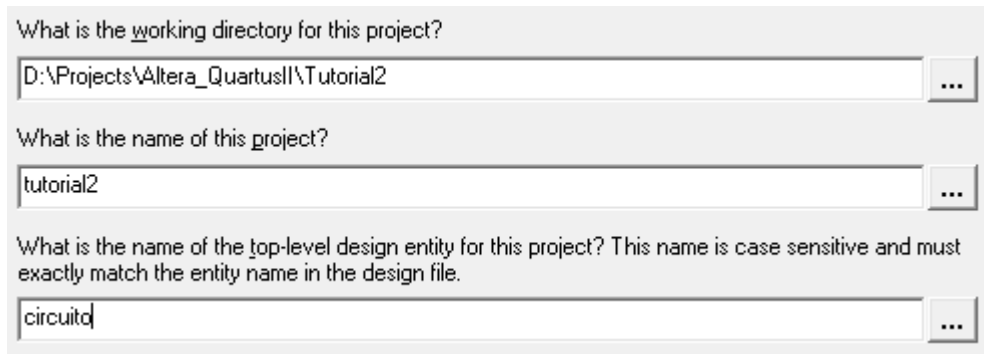

Figura 13: criação de projeto novo com inclusão do arquivo do circuito editado
- Na primeira caixa de texto, clique no botão (**...**) para escolher uma pasta onde será criado o seu projeto, na segunda caixa de texto digite **tutorial2** para o nome do projeto e, a terceira deverá ser preenchida com o nome do arquivo do circuito digital a ser aproveitado (**circuito.dbf**). Veja a imagem na figura 13.